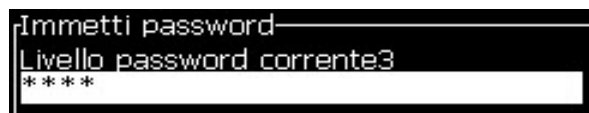

Figura 4-11: Finestra di dialogo *Immetti password*
- 1 Premere *Alt + w* e selezionare l'opzione *Immetti Password (Enter Password)* dal menu *Password*. A questo punto, appare la finestra di dialogo *Immetti Password* (vedi Figura 4-11).